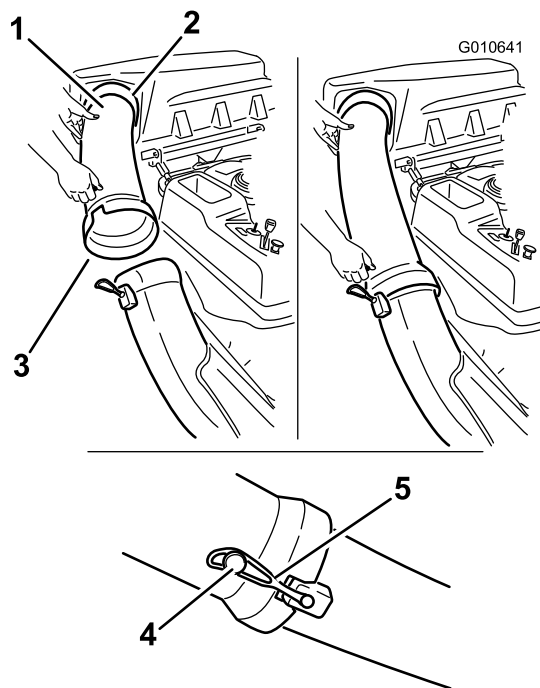

Figura 23
- Fate passare l'estremità svasata del tubo di scarico sopra l'estremità della guida di scarico. Portate il cinghiolo di gomma sopra il grano del tubo di scarico per ancorarlo con sicurezza (Figura 23).
- Inserite l'estremità curva del tubo di scarico nell'apertura prevista nel coperchio del sistema di raccolta (Figura 23).